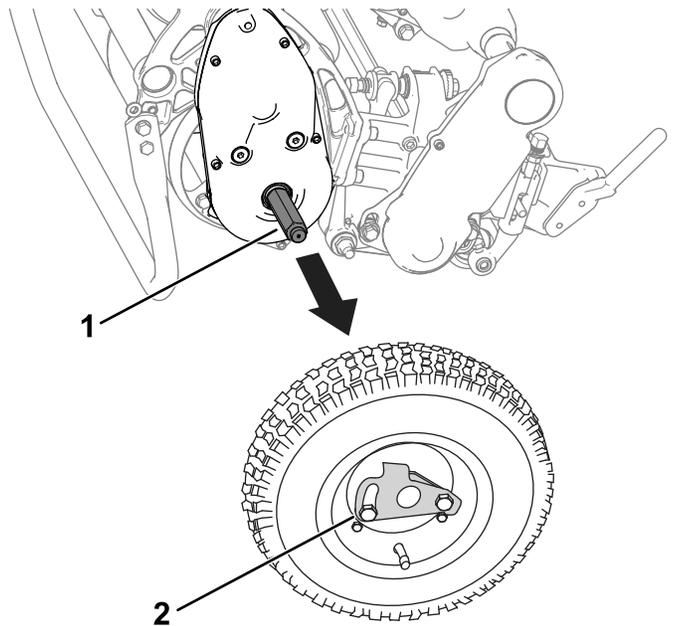

図 20
3. ホイールロッククリップを外して移動走行用タイヤをアクスルから外す **図 20**。